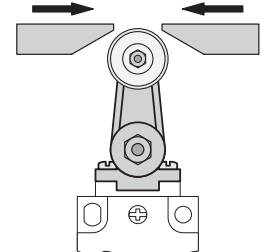

fig 5
- No cabeçotes rotativos com alavanca e roldana (fig 5), o elemento operador externo deve acionar perpendicularmente ao eixo de rotação da alavanca e de preferência perpendicular à ela.